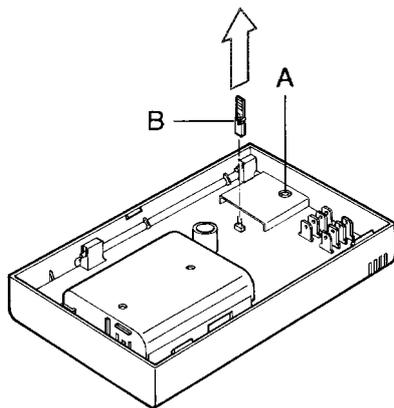

Fig. 21
Qualora, per qualsiasi motivo, fosse necessario annullare i programmi personalizzati, aprire l'apparecchio e premere il pulsante di azzeramento A (fig. 21).
**11.3 - PROGRAMMI DI RAFFRESCAMENTO.** Al posto del programma di RISCALDAMENTO 2, è possibile selezionare il programma di RAFFRESCAMENTO togliendo il ponticello B (fig. 21), prima di inserire le pile all'atto dell'installazione. La selezione di questo programma può essere eseguita anche in un periodo successivo all'installazione premendo il pulsante di azzeramento A, dopo aver tolto il ponticello B (fig. 21). Per ripristinare il programma di RISCALDAMENTO 2 reinserire il ponticello B e premere il pulsante di azzeramento A (fig. 21). L'azionamento